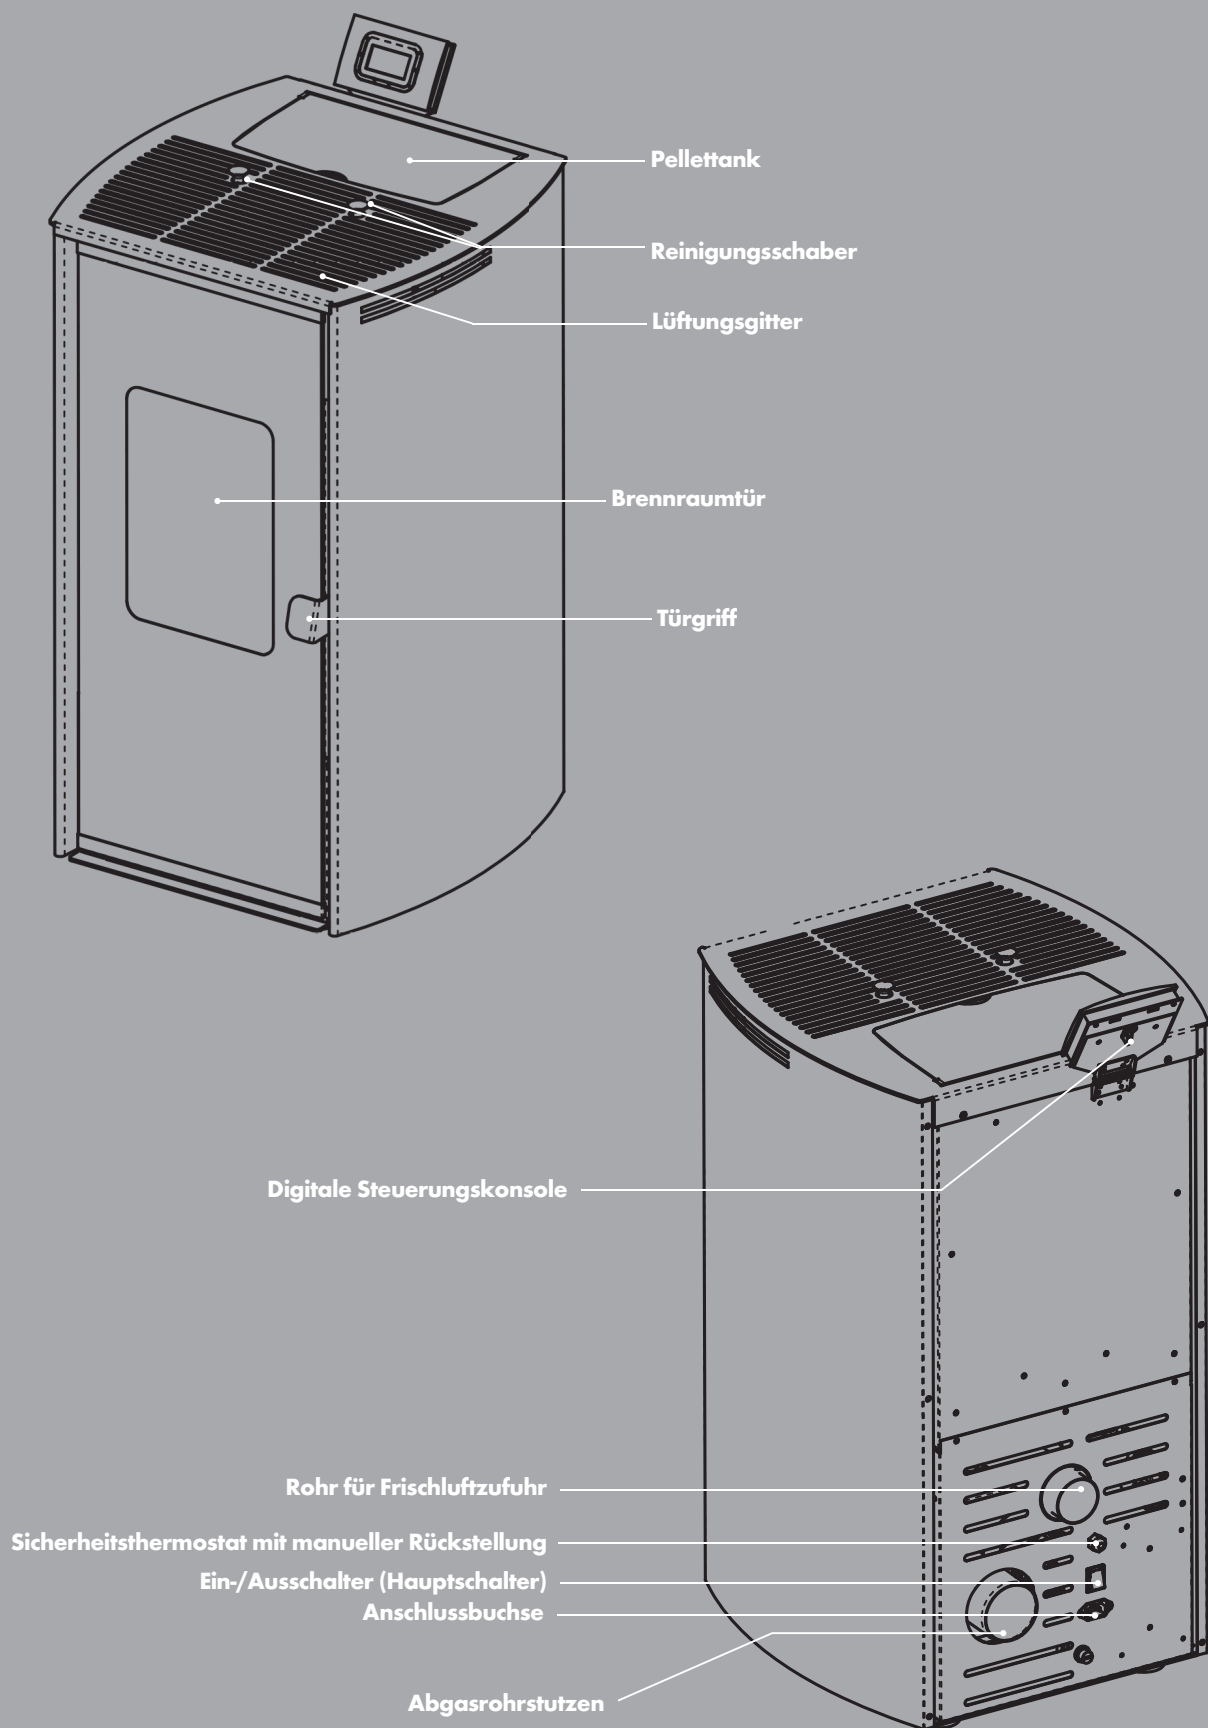

Abb. 2a: Geräteübersicht (Abbildung modellabhängig)
- Schalten Sie im Falle eines Schornsteinbrandes den Ofen sofort am Ein-/Ausschalter (Hauptschalter, siehe Abb. 2a) ab und ziehen Sie den Netzstecker aus der Steckdose. Versuchen Sie auf keinen Fall den Brand selbst zu löschen. Schütten Sie niemals Wasser in einen brennenden Schornstein. Rufen Sie unverzüglich die Feuerwehr! Lassen Sie zur Identifizierung der Brandursache den Schornstein unbedingt von Ihrem Bezirksschornsteinfeger überprüfen, bevor Sie den Pellet-Heizofen wieder in Betrieb nehmen.
- Schalten Sie den Ofen sofort am Ein-/Ausschalter (Hauptschalter, siehe Abb. 2a) ab, wenn aus irgendeinem Teil des Ofens oder des Abgasrohrs Rauch entweicht. Sorgen Sie für eine gute Raumbelüftung, indem Sie sämtliche Fenster öffnen. Lassen Sie den Ofen vollständig abkühlen, bevor Sie die Ursache der Rauchentwicklung ermitteln. Ziehen Sie, wenn nötig einen Fachmann hinzu. Starten Sie das Gerät nicht, bevor die Ursache der Rauchentwicklung geklärt und behoben wurde.
1. Schließen Sie einen dafür geeigneten, hitzebeständigen Schlauch bzw. Luftkanal (Ø 60 mm, max. Länge 2,0 m) am Luftansaugrohrstutzen (siehe S. 10, Abb. 2a) an der Geräterückseite an.
1. Vergewissern Sie sich, dass der Ein-/Ausschalter (Hauptschalter, siehe Abb. 2a) auf der Position 0 steht.
2. Schließen Sie das beiliegende Netzkabel zunächst am Gerät an. Die Anschlussbuchse für das Netzkabel befindet sich unterhalb des Hauptschalters auf der Geräterückseite (siehe Abb. 2a). Stecken Sie dann das Netzkabel in eine geerdete, durch einen FI-Schutzschalter abgesicherte Steckdose (230 V~50 Hz).
3. Bringen Sie nun den Ein-/Ausschalter (Hauptschalter, siehe Abb. 2a) auf Position I. Das Gerät ist nun betriebsbereit und das Display zeigt die folgenden Informationen: